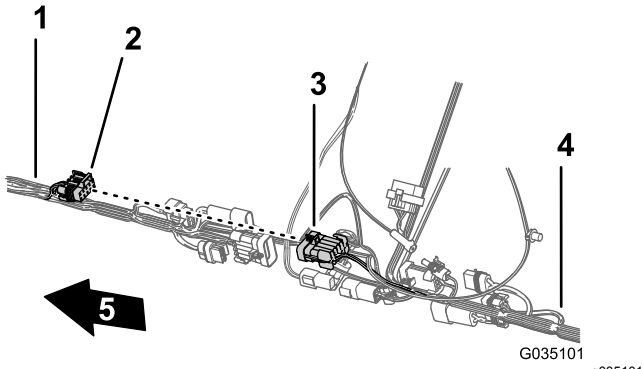

Figura 87
- Ligue o conector de 10 tomadas da cablagem dianteira para a interligação da cablagem do pulverizador no conector de 10 pinos da interligação da cablagem traseira para a cablagem do pulverizador (Figura 87).